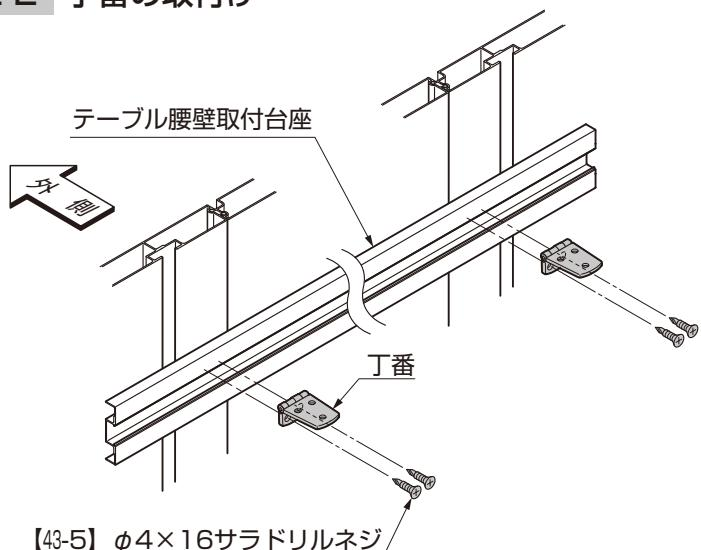

図2-2 丁番の取付け
①丁番をテーブル腰壁取付台座に【43-5】で取付けてください。(図2-2参照)